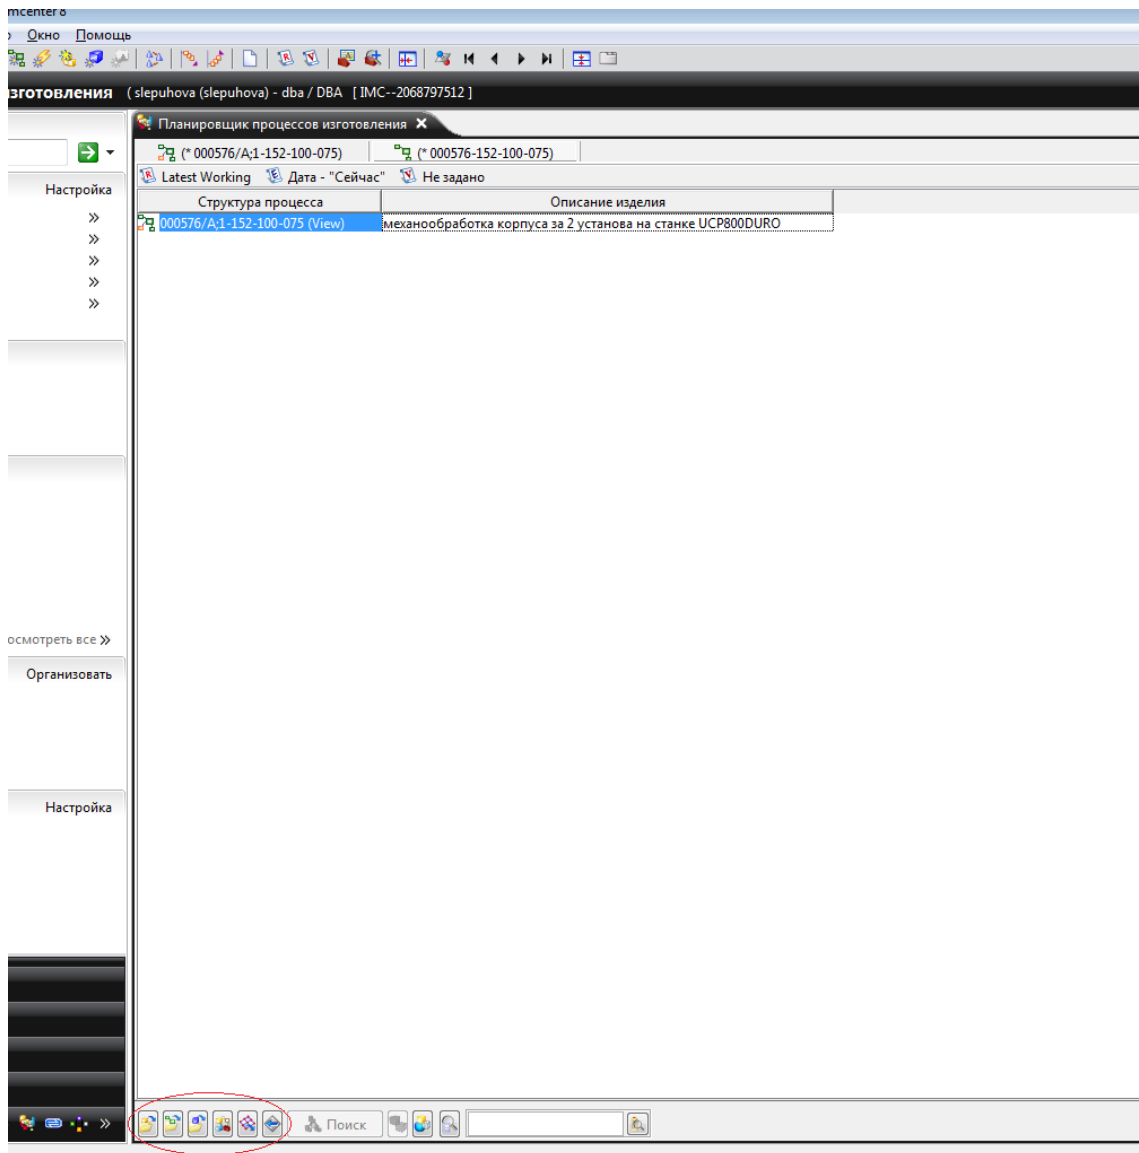

Рисунок 19 – Добавление детали в приложение «Планировщик процессов изготовления»
1. Откройте созданную ранее деталь в приложении «Мой Teamcenter». См. рисунок 19.